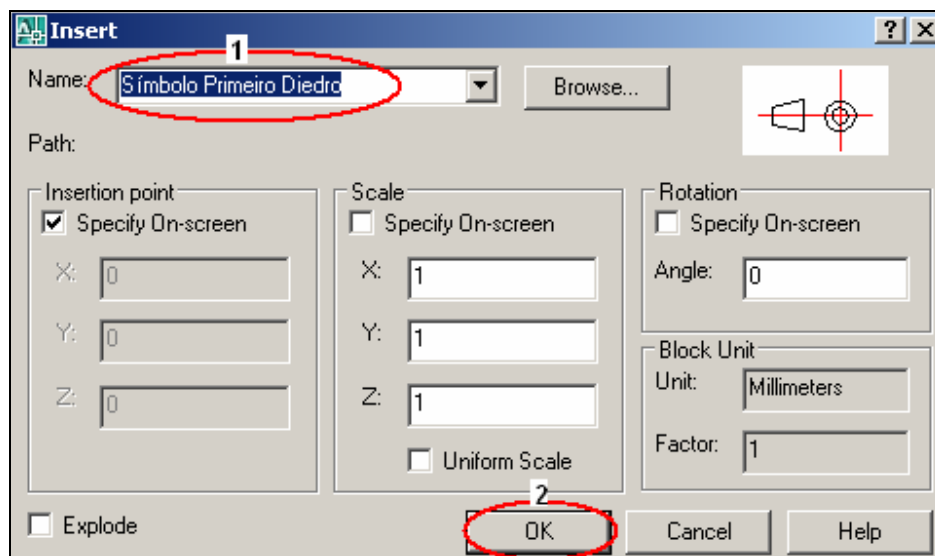

Figura 11.8: Janela para inserir bloco.
Para inserir um bloco clique em  *Insert Block* (Inserir Bloco), surge à janela *Insert* (inserir), mostrado na figura 11.8: Escolha o nome do bloco (1); clique em Ok (2) e depois no ponto onde será inserido o bloco.